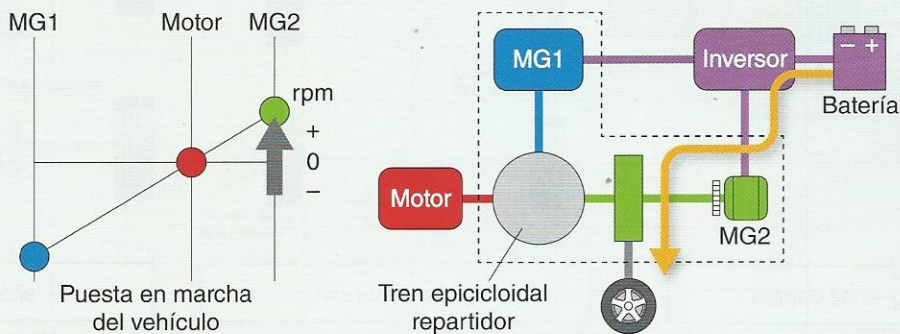

Figura 6.45.
- 7. Explica la misión de cada componente numerado de la figura 6.45.